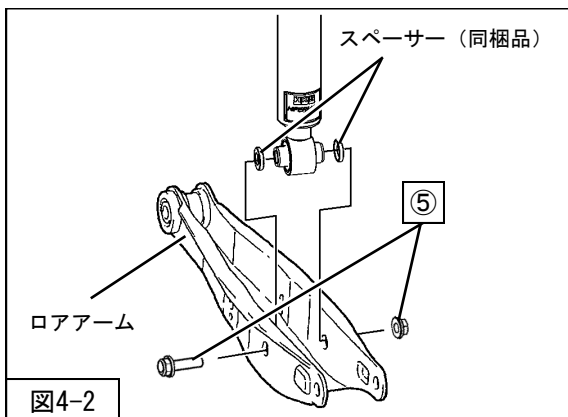
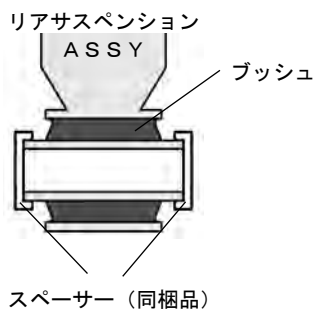
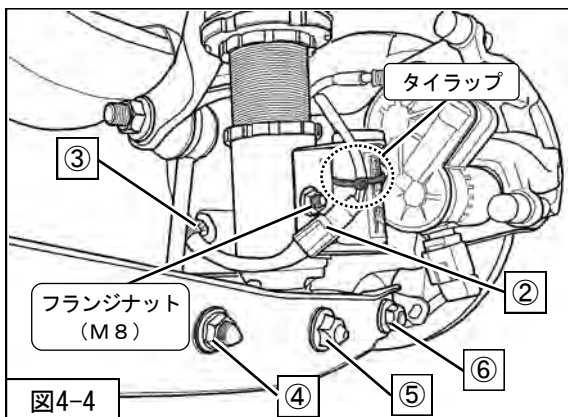

図4-2
図4-3
図4-4
を取付けてください。(図4-2・図4-3・図4-4)
を取付けてください。(図4-4)
を使用し、SECを取付けてください。(図4-4)
をSECを取付けてください。(図4-4)
に固定してください。(図4-4)
7. ③ハーネスクリップを取付けてください。(図4-4)
※SECを取付けない場合は、取外した②エレクトリックダンパーコネクタに防水を施し、リアサスペンションASSYにタイラップ等で固定してください。(図4-4)